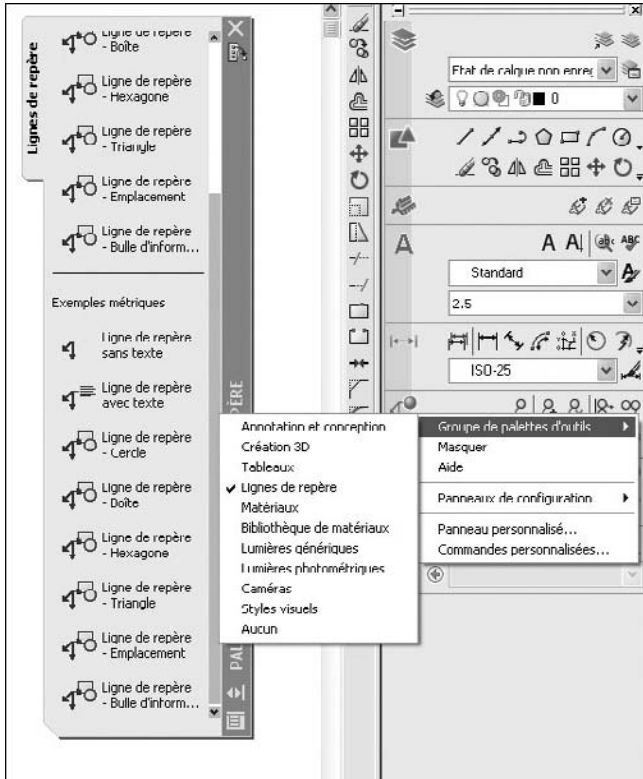

Fig.1.41
- Il est possible d'associer un groupe de palettes d'outils personnalisable à chacun des panneaux de configuration du tableau de bord. Cliquez avec le bouton droit de la souris sur le panneau de configuration afin d'afficher une liste des groupes de palettes d'outils disponibles. Par exemple, effectuez un clic droit sur le panneau **Lignes de repère multiples** puis cliquez sur **Groupe de palettes d'outils** et sélectionnez **Lignes de repère**. En cliquant par la suite sur l'icône Lignes de repère multiples du tableau de bord, la palette d'outils **Lignes de repère** s'affichera à l'écran (fig.1.41).